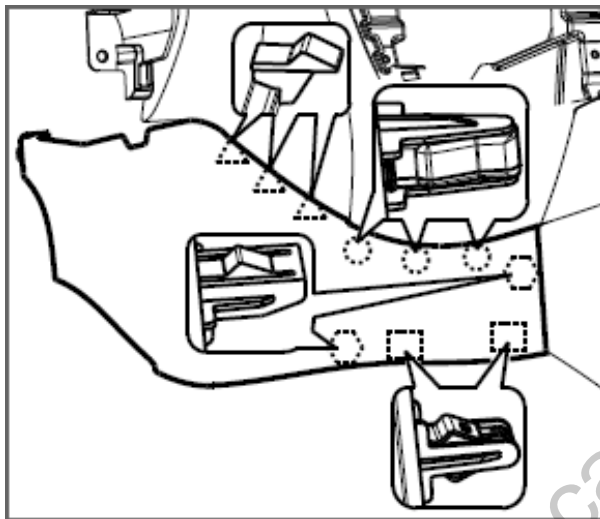

图 1.6.4 左前护板总成的拆卸
- (1) 用右手用力顶着仪表板下本体, 左手放在左前护板上沿用力往外拉, 使如图1.6.4所示, 使左前护板与下本体的三个安装卡脚全部脱离;
- (2) 用力顶住副仪表板本体, 左手放在左前护板上沿用力往外拉, 使左前护板与副仪表板本体的卡脚卡扣全部脱离, 然后往后抽出盖板。如图1.6.4所示 (右前护板总成的拆装与左前护板总成同样)。